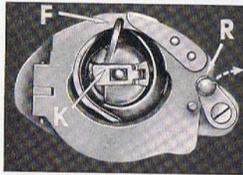

Abb. 12
**Das Herausnehmen der Spule** (Abb. 12). Man erfasse unterhalb der Maschine bei hochgestelltem Fadenanzughebel mit Daumen und Zeigefinger der linken
**Das Wiedereinsetzen der Spulenhülse.** Nach dem Einfädeln erfasse man mit Daumen und Zeigefinger der linken Hand die Spulenhülsenklinke und setze die Spulenhülse bei hochgestelltem Fadenanzughebel so auf den Zentrumsstift des Schiffchenkörpers, daß ihr Stellungsfinger F (Abb. 12) in die Kerbe der